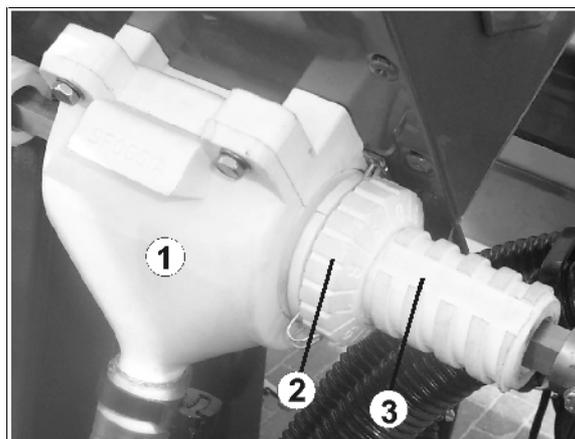

Fig. 48
- o das Stellrad (Fig. 48/2) der Dosiereinheit (Fig. 48/1), Einstellwerte von A – 0 bis D – 9.